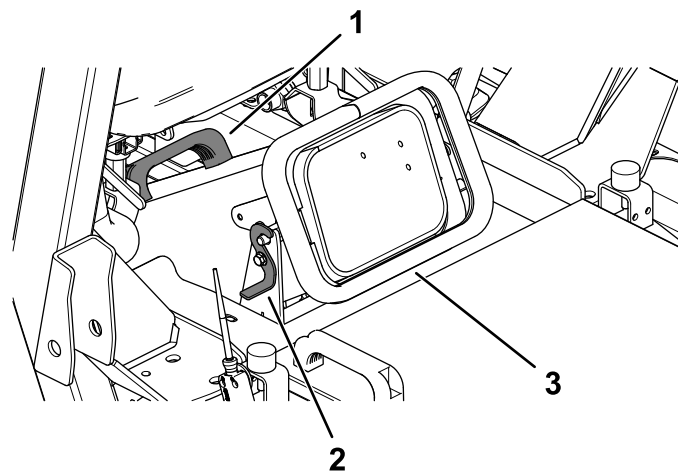

Figura 27
6. Deblocați jgheabul pentru evacuarea ierbii (Figura 27).
7. Cu ajutorul mânerului de pe jgheab, scoateți jgheabul, curățați-l, și curățați deschiderea punii mainii de tuns iarba (Figura 27).
8. Montați jgheabul și fixați-l cu elementele de fixare (Figura 27).